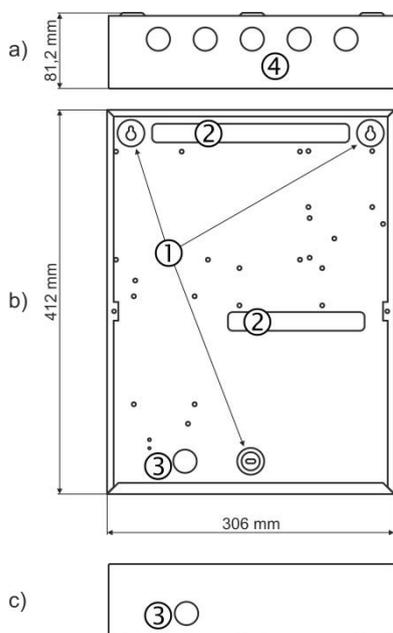

Figure 3 – Eléments du fonds de montage :
- Choisissez des orifices d'entrée pour acheminer le câble de l'alimentation principale, les câbles pour boucles, distributeurs sonores, dispositifs de commande etc. Retirez les éléments métalliques uniquement des orifices supplémentaires, que vous utilisez pour le cheminement de câbles (Figure 3).